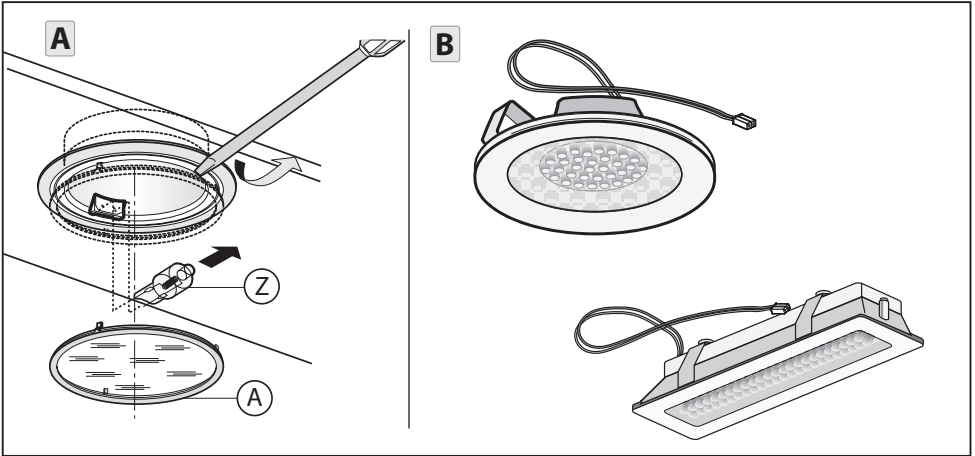
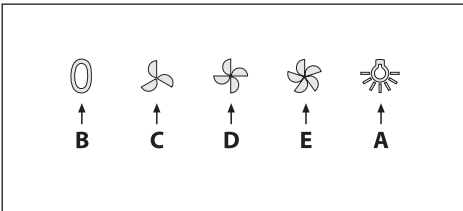

Fig.6
Fig.7
Leggere attentamente il contenuto del presente libretto in quanto fornisce importanti indicazioni riguardanti la sicurezza di installazione, d'uso e di manutenzione. Conservare il libretto per ogni ulteriore consultazione. L'apparecchio è stato progettato per uso in versione aspirante (evacuazione aria all'esterno - Fig. 6) e filtrante (riciclo aria all'interno - Fig. 7) o con motore esterno.
• **Comandi meccanici (Fig.7)** la simbologia è di seguito riportata: